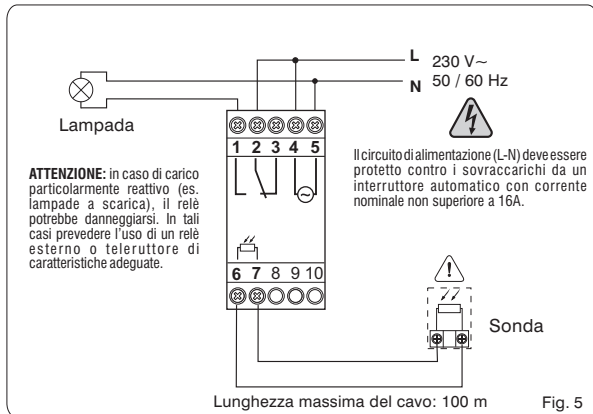

Fig. 5
- Inserire il cavo nel passacavo ed eseguire i collegamenti ai morsetti (fig. 5).
- Connect the load as indicated in figure 5:
- Insert the cable into the connector and connect to the terminals (fig. 5).